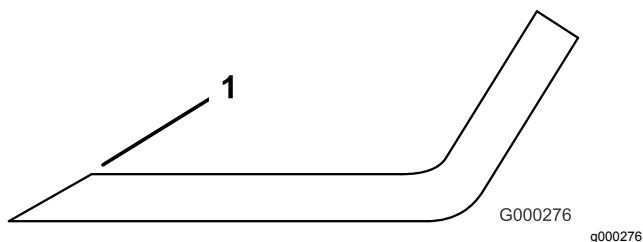

Рисунок 105
3. Проверьте режущие кромки всех ножей и заточите их, если они затупились или имеют зазубрины (Рисунок 105).
Примечание: Чтобы ножи всегда оставались острыми, затачивайте только верхнюю сторону режущей кромки и сохраняйте первоначальный угол заточки (Рисунок 105). Балансировка ножа не нарушается, если с обеих режущих кромок удаляется одинаковое количество материала.